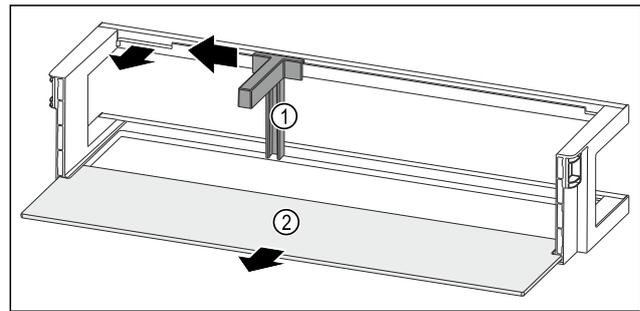

Fig. 124 Türabsteller mit Flaschenhalter und Abstellfläche
- ▶ Flaschenhalter Fig. 124 (1) bis zur Aussparung zur Seite schieben.
- ▶ Flaschenhalter Fig. 124 (1) entnehmen.
- ▶ Abstellfläche Fig. 124 (2) entnehmen.